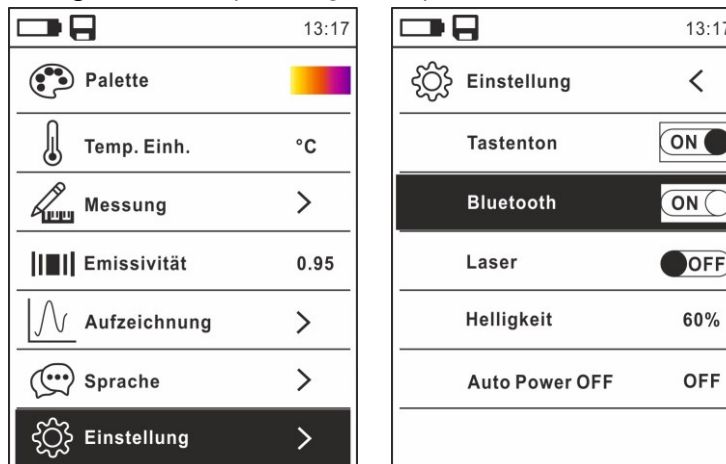

Abb. 43: Aktivierung der Bluetooth Verbindung
1. Drücken Sie die Taste , wählen Sie das Menü "Einstellung" und aktivieren Sie die Bluetooth-Verbindung im Gerät (siehe § 4.3.8), siehe Abb. 43